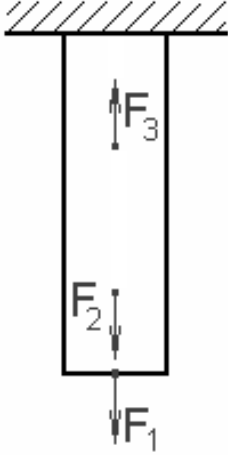

Рисунок 1.3
**Задача №2.** Построить эпюру продольных сил для стержня, приведенного на рис. 1.3, по следующим данным:  $F_1=30\text{Н}$ ,  $F_2=20\text{Н}$ .